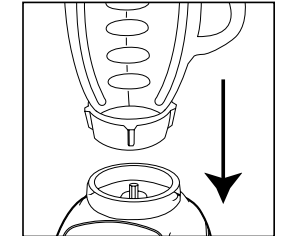

FIGURA 5
6. Ponga el conjunto del vaso sobre la base. (Figura 5)